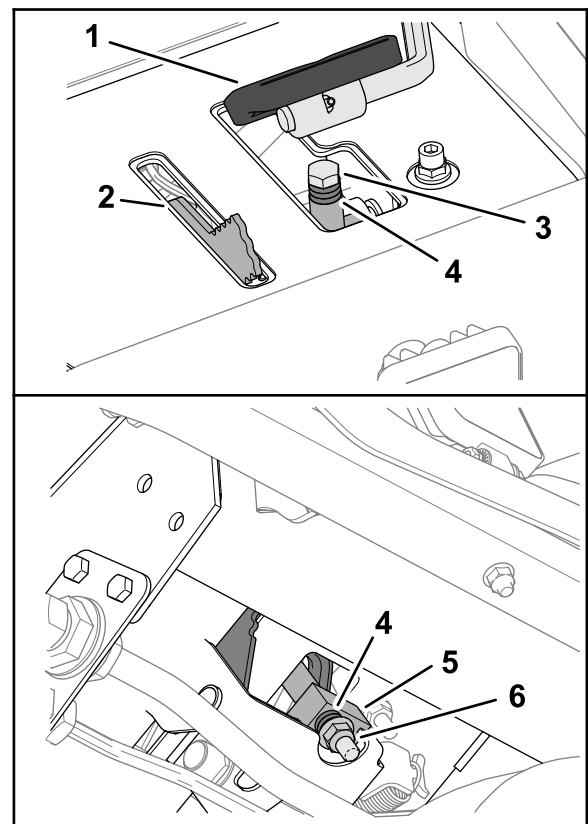

Figure 148
3. Sous la pédale de déplacement, retirez le boulon d'arrêt et le contre-écrou à embase qui fixent les entretoises sur la butée de tonte (Figure 148).